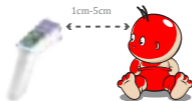

Figura 2: Medir la posición y la distancia
- El termómetro se alinea con el centro de la frente para medir la temperatura corporal (entre las cejas arriba) y mantener la distancia vertical, presionar el botón ON/scan, la temperatura se muestra inmediatamente, véase la figura 2.
Posición incorrecta del test.	Véase la figura 2. Medición de la posición y la distancia.